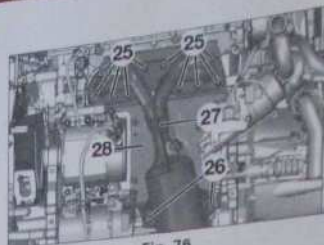

Fig. 76
- les écrous (25) (Fig.76),
- les vis (26),
- l'ensemble collecteur/catalyseur (27),
- le joint/cran thermique (28).